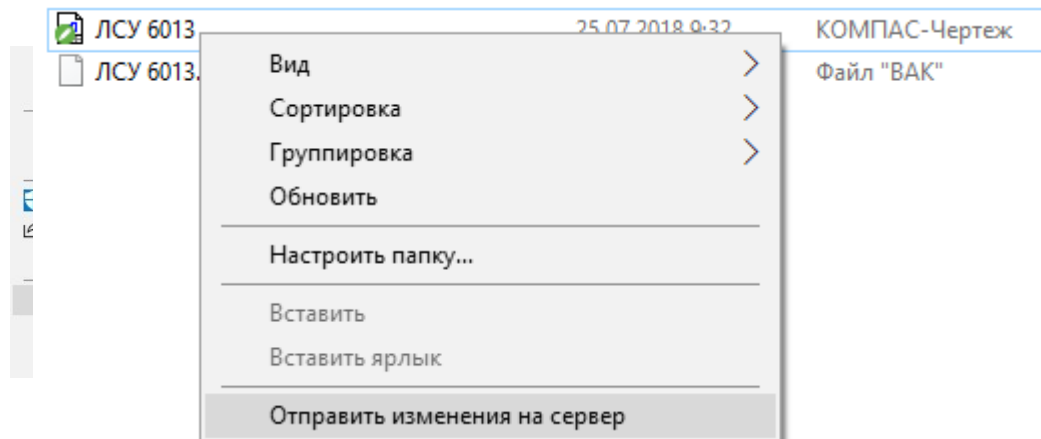

Рис.1.1.3 – Отправка изменений на сервер
2. Переходим на Storage. Отправим изменения на Сервер (рис.1.1.3).